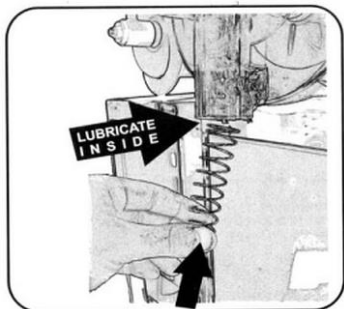
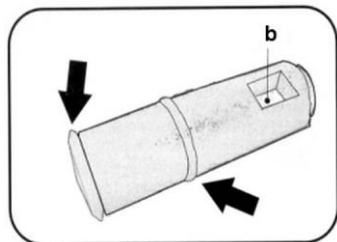

Fig. 38
Fig. 40
1. Antes de montar los componentes del grifo de descarga, humedezca con agua las juntas del grifo de descarga (Fig. 38) y las juntas (Fig. 40)
3. Al insertar el pasador del grifo de descarga, asegúrese de que el pequeño orificio (véase la Fig. 40) esté exactamente delante de usted.